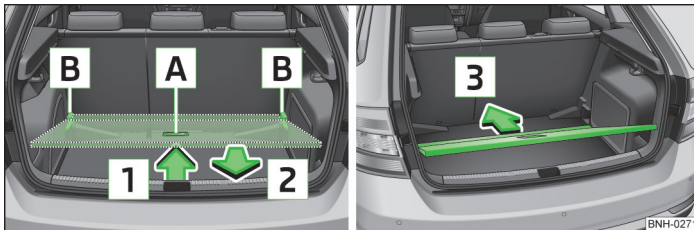

Abb. 71 Variablen Ladeboden in die untere Position einstellen
- › Den variablen Ladeboden am Griff **A** » Abb. 71 fassen.